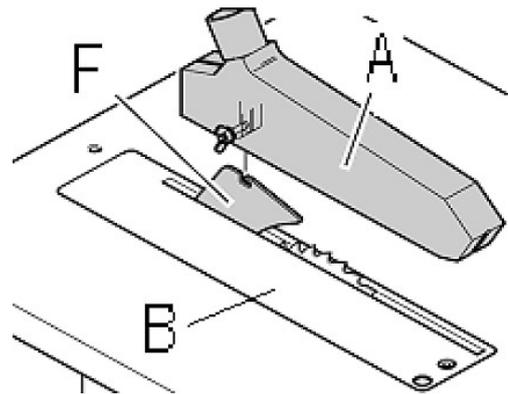

Abb. 19: Sägeblattschutz montieren
Befestigen Sie den Sägeschutz (A, Abb. 19) mit der Schraube, Unterlegscheibe und Flügelmutter am Spaltkeil (F).